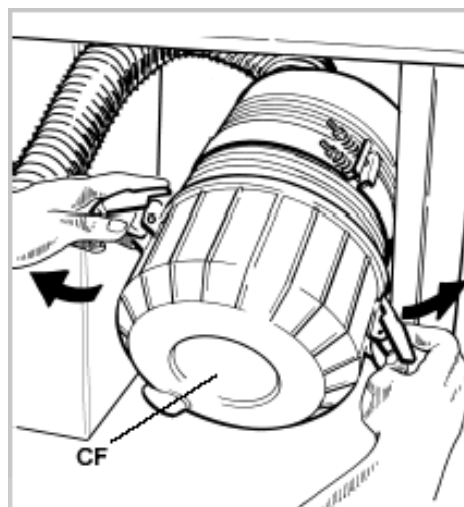

рис.11
- Снять фронтальную часть корпуса фильтра **CF**, нажав на два крепежных зажима (рис.11).